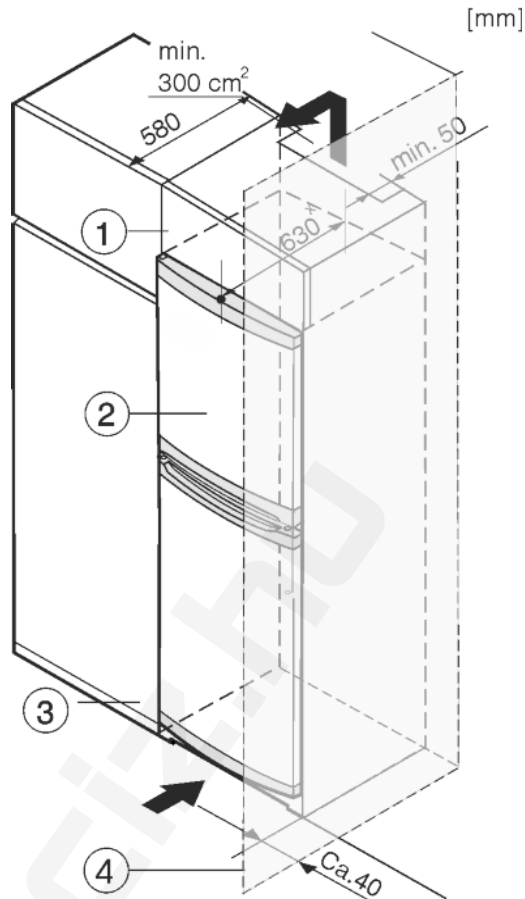

Fig. 8
(1) Rátétszekrény
(2) Berendezés
(3) Konyhaszekrény
(4) Fal
A készüléket körbe lehet építeni konyhaszekrényekkel. Rá lehet szerelni egy rátétszekrényt *Fig. 8 (1)*, hogy a készüléket *Fig. 8 (2)* a konyhabútorok magasságához igazítsa.
Ha a berendezést (max. 580 mm mélységű) konyhaszekrényekkel építi körül, akkor közvetlenül a konyhaszekrény *Fig. 8 (3)* mellett is felállíthatja. A készülék oldalirányban 34 mm^{*}, a közepétől pedig 50 mm^{*} távolságban nyúlik túl a konyhaszekrény előlapjához képest.
Mikor a berendezést a csuklópántokkal egy fal *Fig. 8 (4)* mellett állítja fel, akkor a berendezés és a fal közti távolság legalább 40 mm legyen. Ez nyitott ajtó esetén megfelel a fogantyú túlnyúlásának.